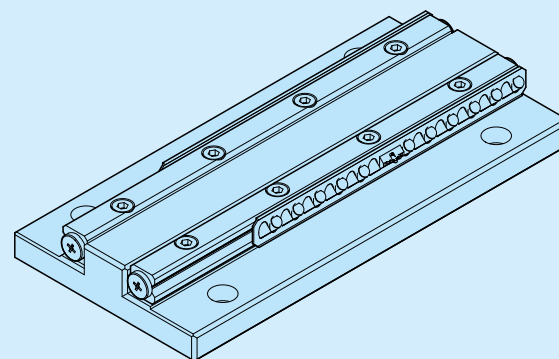

Fig. 18
- Posicione as gaiolas de rolos nas posições finais do curso do lado da base. (Referir-se à Fig. 18)